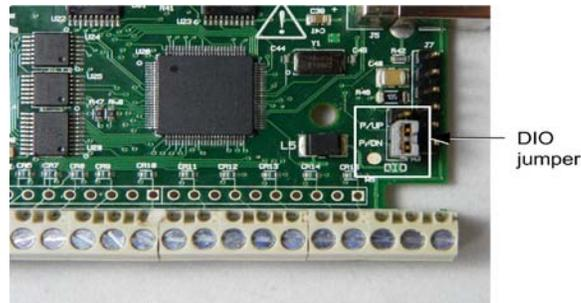

Abb. 5. Platz der Pullup/Pulldown-Brücke
3. Die drei Schrauben auf dem Geräteboden mit einem Schraubendreher für #1 Philips-Kopf entfernen. Halten Sie Ober- und Unterteil fest und drehen Sie das Gerät wieder um. Stellen Sie es auf die Unterlage und nehmen Sie das Oberteil des Gehäuses vorsichtig ab. Abb. 5. Platz der Pullup/Pulldown-Brücke zeigt den Platz der **DIO**-Brücke auf der Leiterplatte.